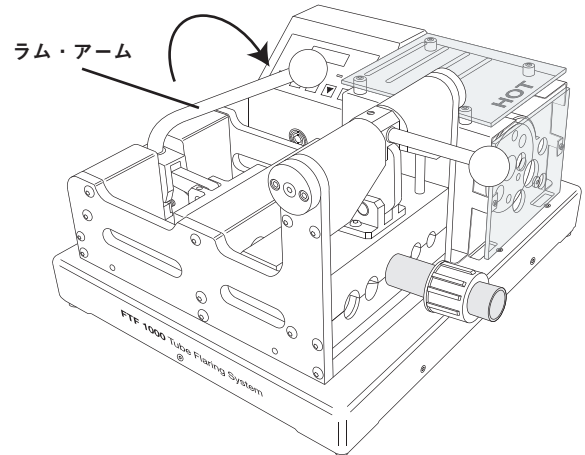

図10
3. ラム・アームを素早く完全に押し倒し、ラムを所定の位置に固定します。アームを完全に押し倒すと、タイマーが自動的にスタートします。冷却時間が来ると、アラームが鳴り、「Cooling Cycle Complete」が点滅します。(図 10 参照)